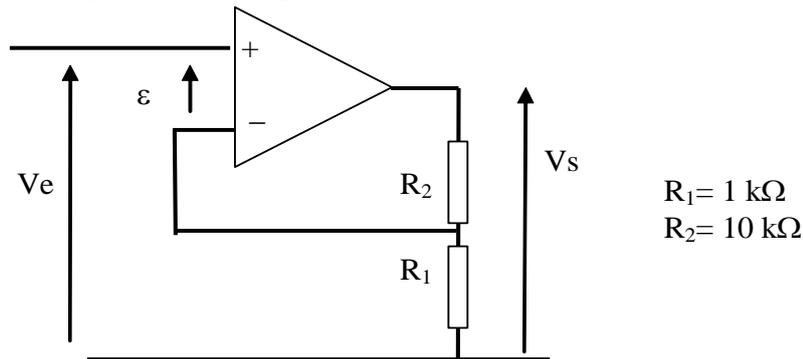

Figure 1 : montage étudié
- 1) On considère le montage de la figure 1. Déterminer la fonction de transfert idéale du montage  $H_i = \frac{V_s}{V_e}$  et représenter l'allure son diagramme de Bode, si l'on suppose que l'amplificateur opérationnel est parfait.